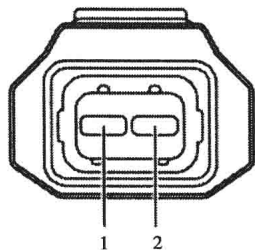

图 1-1-16 爆震传感器（KS）连接器端子图
8. 爆震传感器（KS）连接器端子图（图 1-1-16）及端子功能表（表 1-1-8）